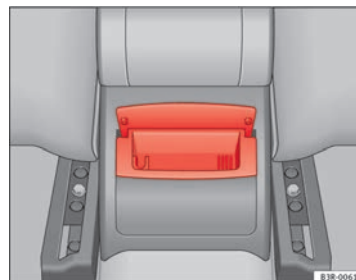

Abb. 123 Aschenbecher hinten
- Fassen Sie das Gehäuse am geöffneten Deckel an ⇒ Abb. 123 und ziehen Sie es nach oben heraus.